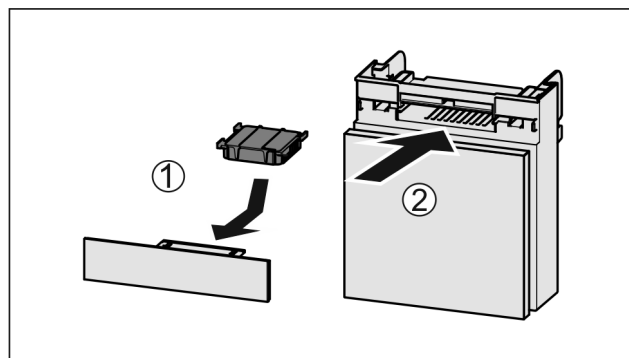

Fig. 160
- ▶ Umetnite filtara s aktivnim ugljenom kao što je prikazano na slici Fig. 160 (1).
- ▶ Umetnite pretinac Fig. 160 (2).